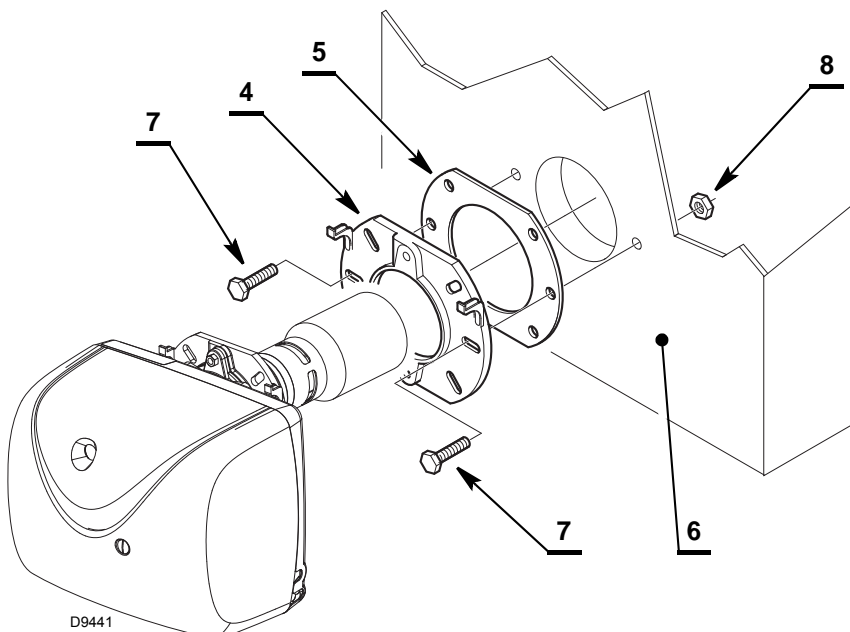

Fig. 7
- Fijar a la puerta de la caldera 6) (Fig. 7) la brida 4) con los tornillos 7) y (si fuere necesario) las tuercas 8), interponiendo la protección aislante 8).